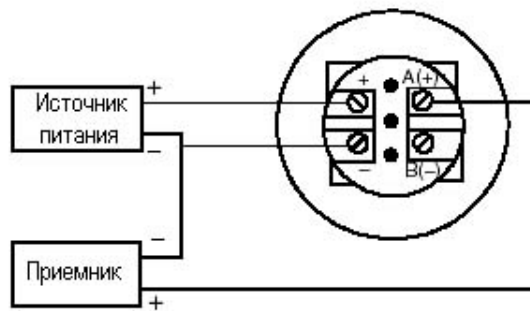
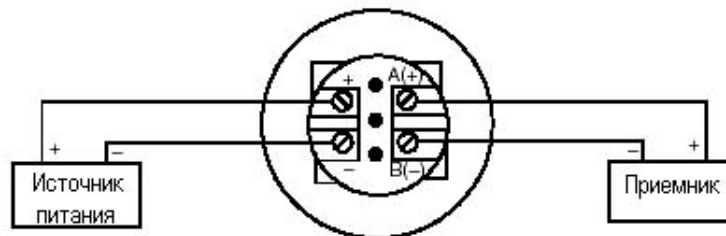

Рис.40. Трехпроводное подключение
Рис.41. Четырехпроводное подключение
Датчик поставляется с клеммной колодкой для четырехпроводной схемы подключения, имеющей две отрицательные клеммы ("-" и "B"), которые электрически соединены. Это означает, что датчик может быть подключен либо по трехпроводной схеме для получения экономии проводов, или по четырехпроводной схеме для получения максимальной точности. Для относительно коротких длин проводов, имеющих низкое сопротивление, может быть использована трехпроводная схема соединений, как показано на рис.40, чтобы уменьшить стоимость электропроводов. Однако падение напряжения в общем проводе, по которому идет ток питания, вызывает погрешность сигнала 1-5 В постоянного тока.
Для проводов, имеющих высокое сопротивление (из-за большей протяженности или по другим причинам) или для получения максимальной точности можно использовать четырехпроводное подключение, как показано на рис.41, обеспечивающее развязку входа от выхода. Для четырехпроводной конфигурации падение напряжения в контуре источника питания не влияет на точность измерений.
6. Подключите источник питания и приемники (такие, как контроллеры, самописцы, индикаторы), как показано на рис.40 и рис.41. Типичная схема подключения показана на рис.42.